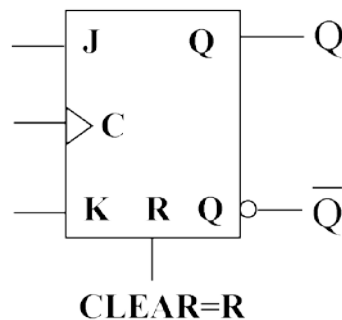

Figura 5.1
En el equipo entrenador de prácticas SIDAC DET 2020 existen dos módulos conteniendo, cada uno de ellos, 4 biestables J-K (FF-JK), con entrada de reloj (C) y puesta a cero asíncrona (R). Su símbolo se representa en la Figura 5.1. La entrada externa asíncrona R (CLEAR) se activa por nivel alto, es decir, cuando se pone  $CLEAR=1$  la salida del biestable toma el valor cero ( $Q = 0$ ).